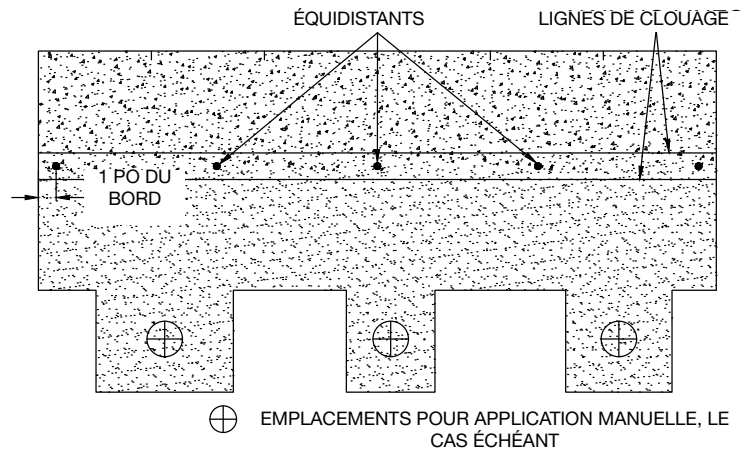

Figure 6 – Méthode de fixation à 5 clous et localisation des zones de fixation manuelles
Plan de clouage : utiliser cinq (5) attaches pour chaque bardeau, régulièrement espacées sur le bardeau et placées dans la *haute zone de clouage* désignée par les *lignes de clouage* parallèles. S'assurer que les fixations extérieures sont à environ 25 mm (1 po) en retrait de chaque bord. (Voir la Figure 6)
Pour coller à la main un bardeau Windsor®, appliquer un quart de point de mastic pour toiture bituminée, conforme à la norme ASTM D4586, à chaque coin de la jupe et appuyer fermement le bardeau contre le mastic (voir la Figure 6).